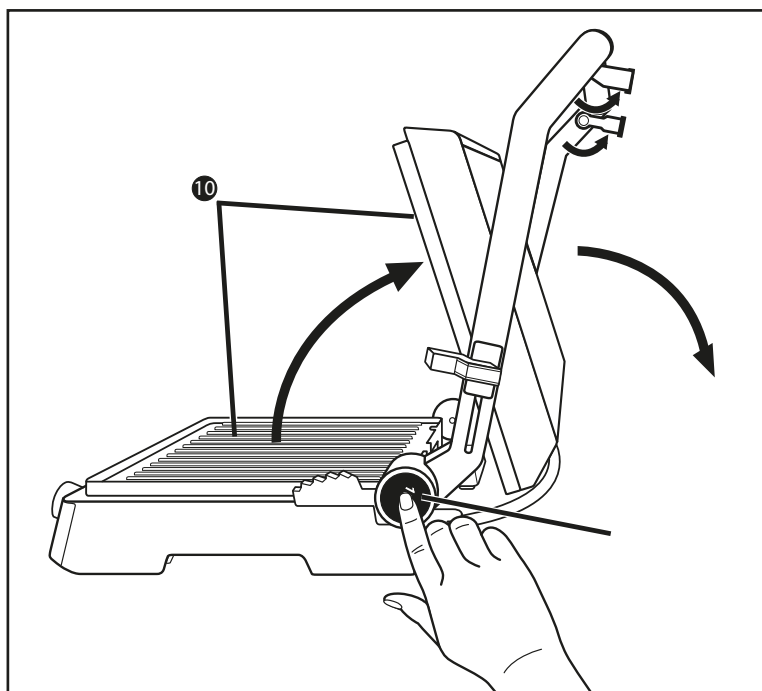

Abb.1
- 1) Klappen Sie die beiden Stützfüße **1** aus (Abb.1).
- 2) Drücken Sie die Entriegelungstaste 180° **3** (Abb.1) und öffnen Sie den Gerätedeckel so weit, dass beide Grillplatten **10** als Tischgrill benutzt werden können.